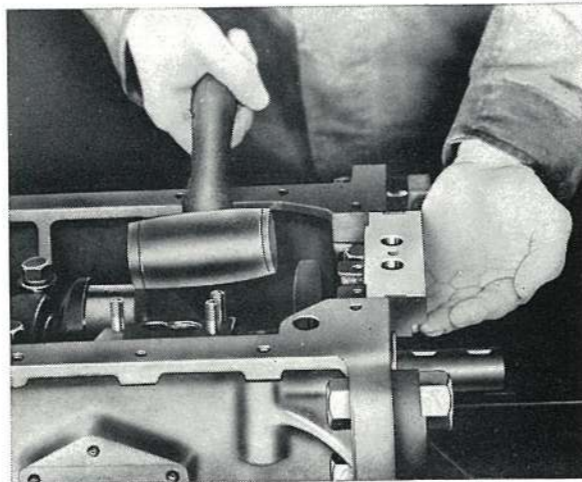

FIG. 28
4. Enlever le bloc en frappant par petits coups, comme il est indiqué sur la figure 28.